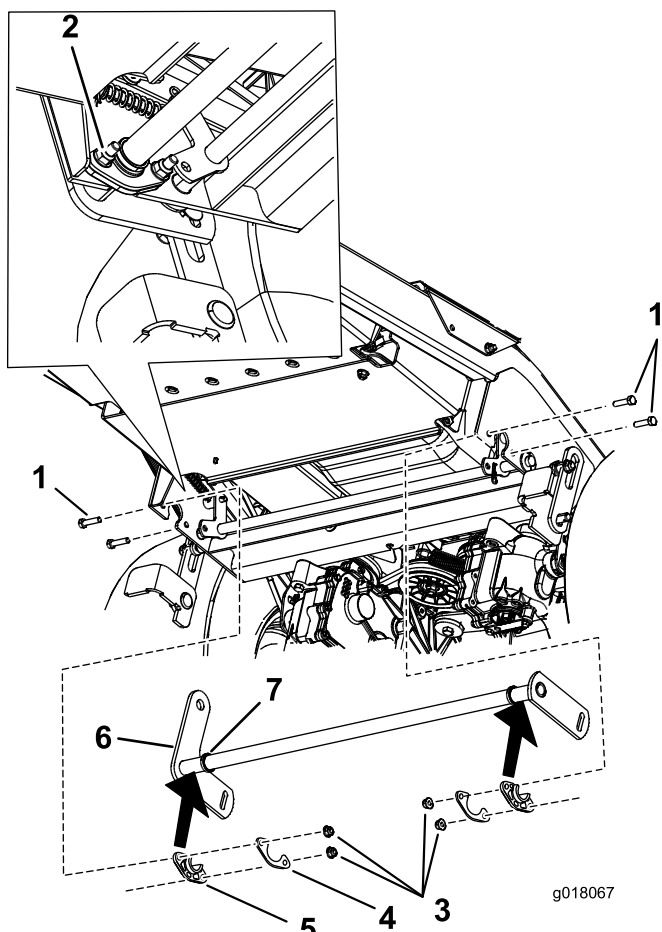

Figur 1
- Fjern de 4 låseklips og skiver fra skjoldophængets løfteled og fjern leddene fra plæneklipperens skjold (Figur 1).